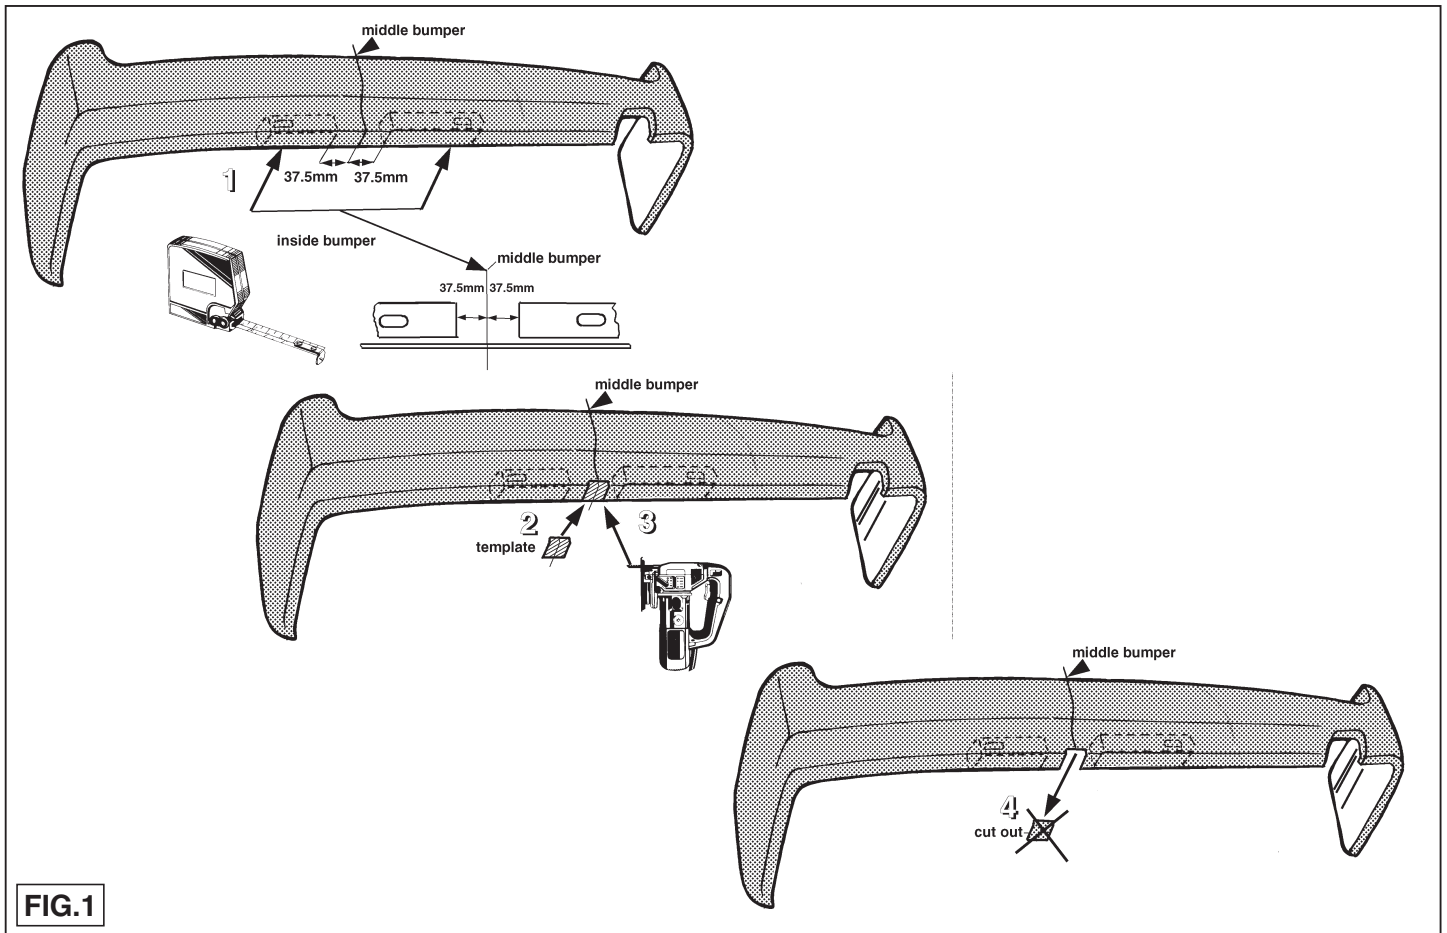

FIG.1
- Positionner le modèle sur le pare-chocs conformément à la fig.1 et découper la partie indiquée. Découper 15mm du dernier support de la suspension d'échappement conformément à la fig.2.
2. Placera fasonmallen på stötfångaren enligt fig. 1 och såga ut den markerade delen. Såga av 15mm från avgasrörets bakersta upphängningsstödet. Se fig. 2.
2. Anbring skabelonen ifølge fig.1 på kofangeren og sav den afmærkede del af. Sav ifølge fig.2 15 mm af det yderste udstødningsophæng.
2. Colocar la plantilla sobre el parachoques de acuerdo con la fig. 1 y serrar la parte indicada. Serrar de acuerdo con la fig. 2, 15mm del último soporte de fijación del parachoques.